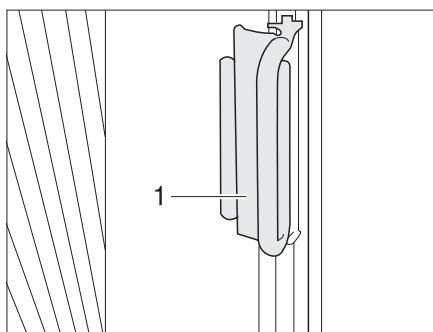

Fig. 86 Tendina oscurante pieghevole del finestrino del conducente e del passeggero
- Afferrare l'impugnatura (Fig. 86,1) delle tendine oscuranti pieghevoli e chiudere in avanti tirando con prudenza finché il fermo magnetico non blocca la tendina oscurante pieghevole.
- Spingere l'impugnatura (Fig. 86,2) sul sopralzo. La tendina oscurante pieghevole è ora bloccata.